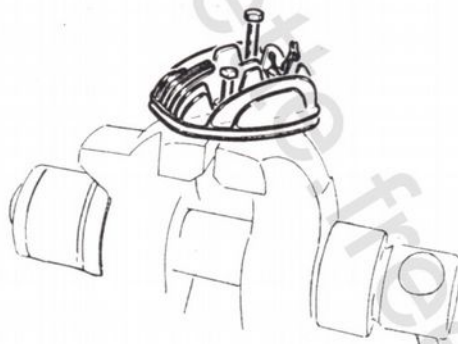

Fig. 7
- Fixer la culasse à l'étau au moyen de deux boulons (voir fig. 7).